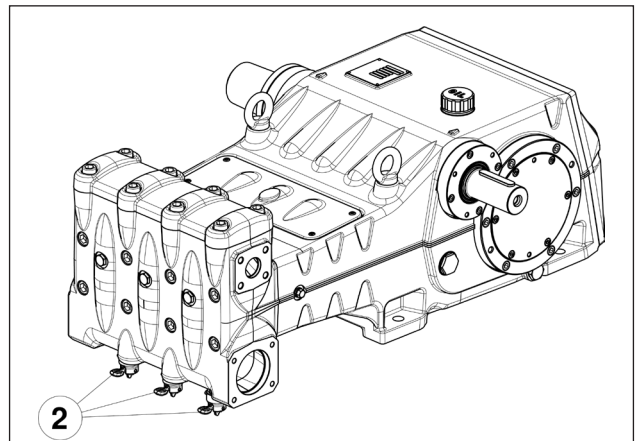
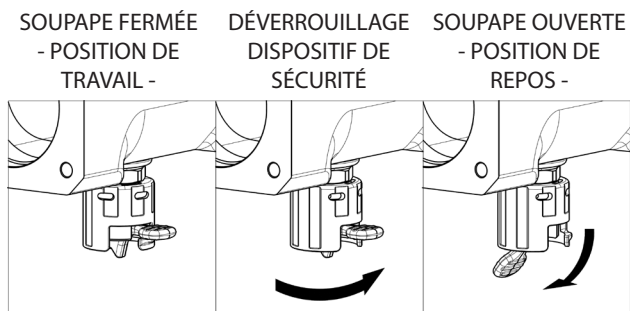

Fig. 9
Fig. 10
En cas de stockage ou arrêt prolongé, remettre les soupapes d'aspiration en état de fonctionner en ouvrant les trois dispositifs d'ouverture (voir rep. ② Fig. 9). S'assurer d'avoir refermé les soupapes avant d'amorcer la pompe. Pour les positions de « travail » et de « repos », voir Fig. 10.